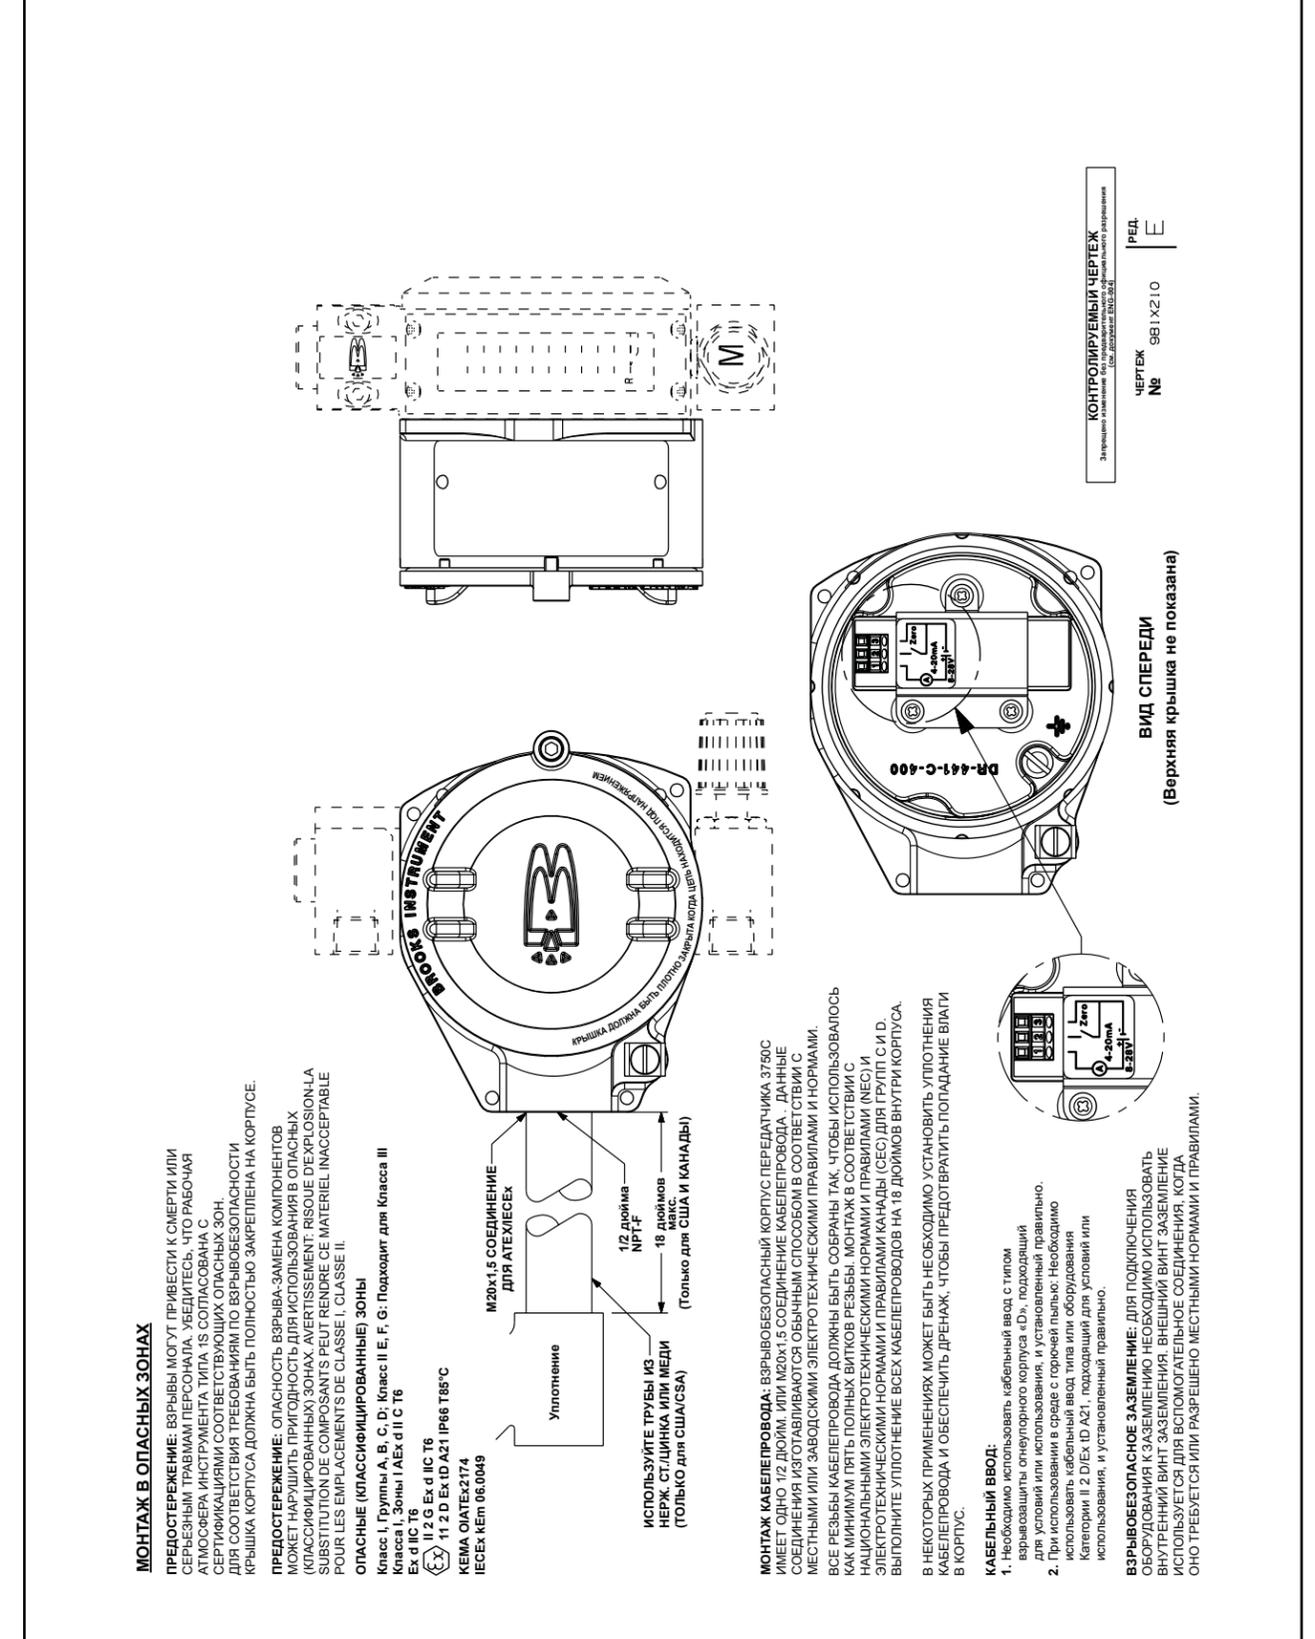

Рисунок 2-8 Схема подключения передатчика для взрывозащищенных систем
- V. Если требуется защита в соответствии с методами взрывобезопасности Раздела 1 и Зоны 1, необходимо следовать методам взрывобезопасного монтажа. См. Рисунок 2-8.